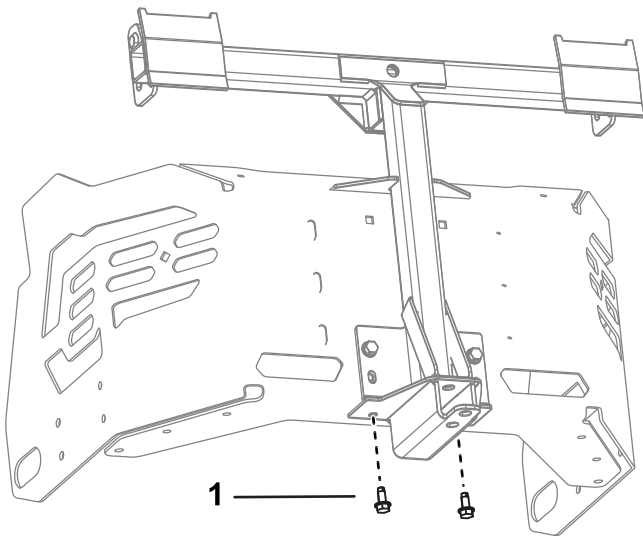

Figura 4
3. Retire los 2 tornillos autorroscantes existentes de la parte inferior del bastidor de la máquina (Figura 4).
5. Levante el bastidor de giro y sujételo a la parte inferior del bastidor de la máquina usando 2 tornillos autorroscantes (5/16" x 3/4"), según se muestra en Figura 4.